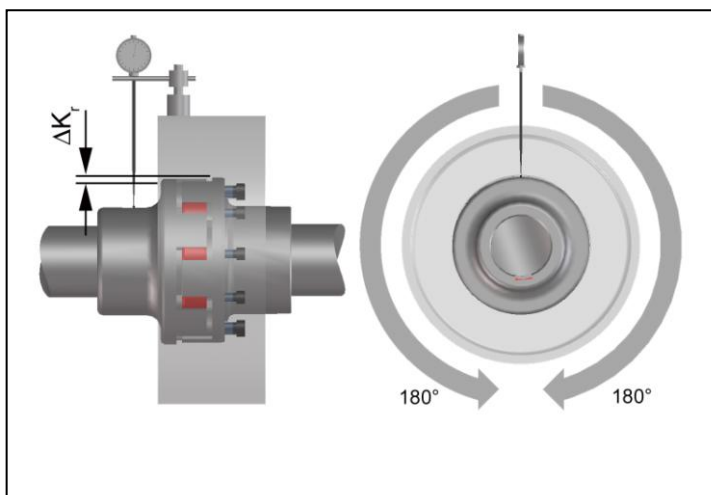

Bild 7
- Vermessen Sie eine ganze Umdrehung (360°). Ermitteln Sie dabei die größte Abweichung K_{r1} sowie die kleinste Abweichung K_{r2} (Bild 7). Berechnen Sie die Radialverlagerung $\Delta K_r = 0,5 \times (K_{r1} - K_{r2})$. Beachten Sie die Vorzeichen der Messwerte.